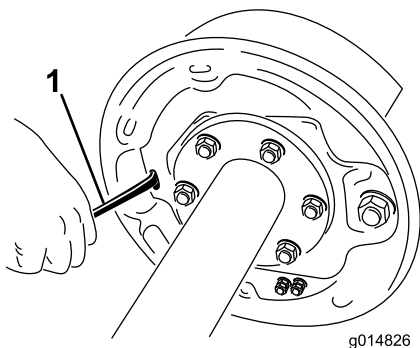

Figura 62
4. Con un destornillador, gire la rueda de estrella del ajustador para abrir las zapatas de freno (Figura 62).